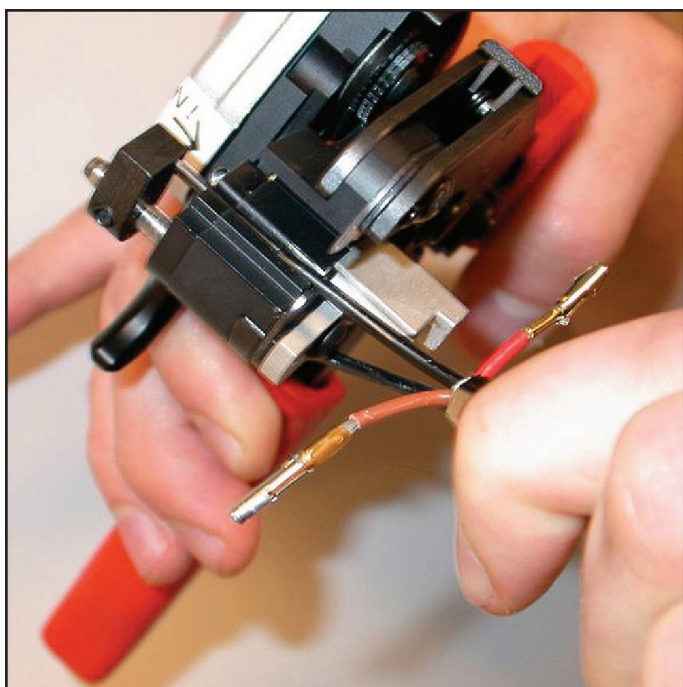

рисунок 45.19: Зачистка оптоволокна
- 16 Сдвиньте одно из оптоволокон в переднюю часть инструмента для зачистки и обрезки POF (инструмент 6, см. рисунок 45.19).